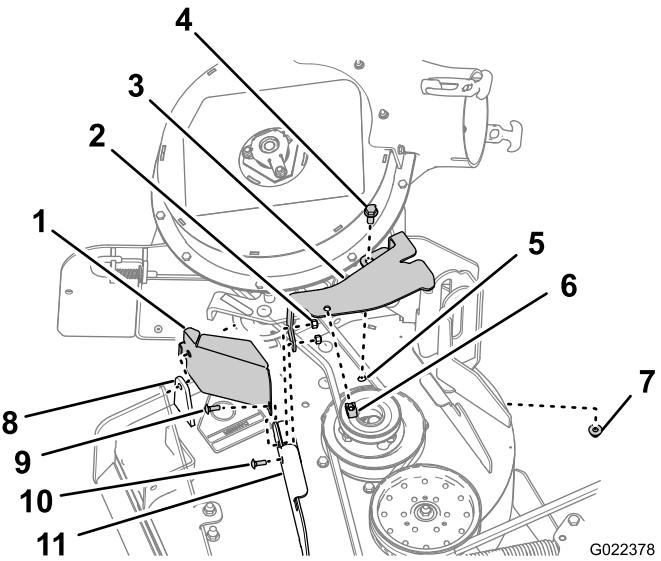

Figura 7
1. Alinee los taladros del protector de la polea con el taladro del soporte del deflector delantero y el taladro exterior de la pestaña delantera de la carcasa (Figura 7).
2. Instale el soporte de la cubierta de la correa en los taladros de la parte trasera de la pestaña delantera de la carcasa (Figura 7).
3. Sujete el protector de la correa y el soporte de la cubierta de la correa a la pestaña delantera de la carcasa con el perno de cuello cuadrado (1/4 x 1 pulgada, kit CE) y la contratuercas (1/4 pulgada, kit de soplador) que retiró en el paso 1 de Retirada del soporte de la cubierta de la correa \(página 4\); consulte Figura 7.
4. Sujete el soporte de la cubierta de la correa a la pestaña delantera de la carcasa usando el taladro interior, con un perno de cuello cuadrado (1/4 x 3/4 pulgada, kit de soplador) y la contratuercas (1/4 pulgada, kit de soplador) que retiró en el paso 1 de Retirada del soporte de la cubierta de la correa \(página 4\); consulte Figura 7.
5. Alinee el taladro de la pestaña trasera del soporte de la cubierta de la correa con el taladro de la carcasa de donde retiró el soporte de la cubierta de la correa en el paso 1 de Retirada del soporte de montaje de la cubierta \(página 3\); consulte Figura 7.
- 1 de Retirada del soporte de montaje de la cubierta (página 3); consulte Figura 7.
7. Alinee la tuerca rápida con el taladro de la parte superior del soporte de la cubierta de la correa (), y coloque la tuerca rápida a presión en el soporte (Figura 7).